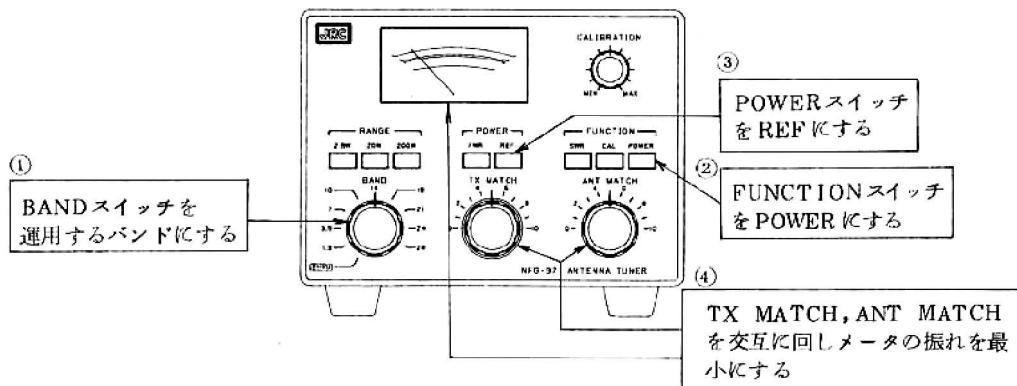

図 3.3 マッチングネットワーク部の調整
3.2.1 で測ったSWR値が1.5以下程度であれば使用上支障はありませんがそれ以上の場合には効率よくパワーをアンテナへ送り込むためマッチング（整合）をとる必要があります。図3.3に示すようにBANDスイッチを運用するバンドに合わせて、